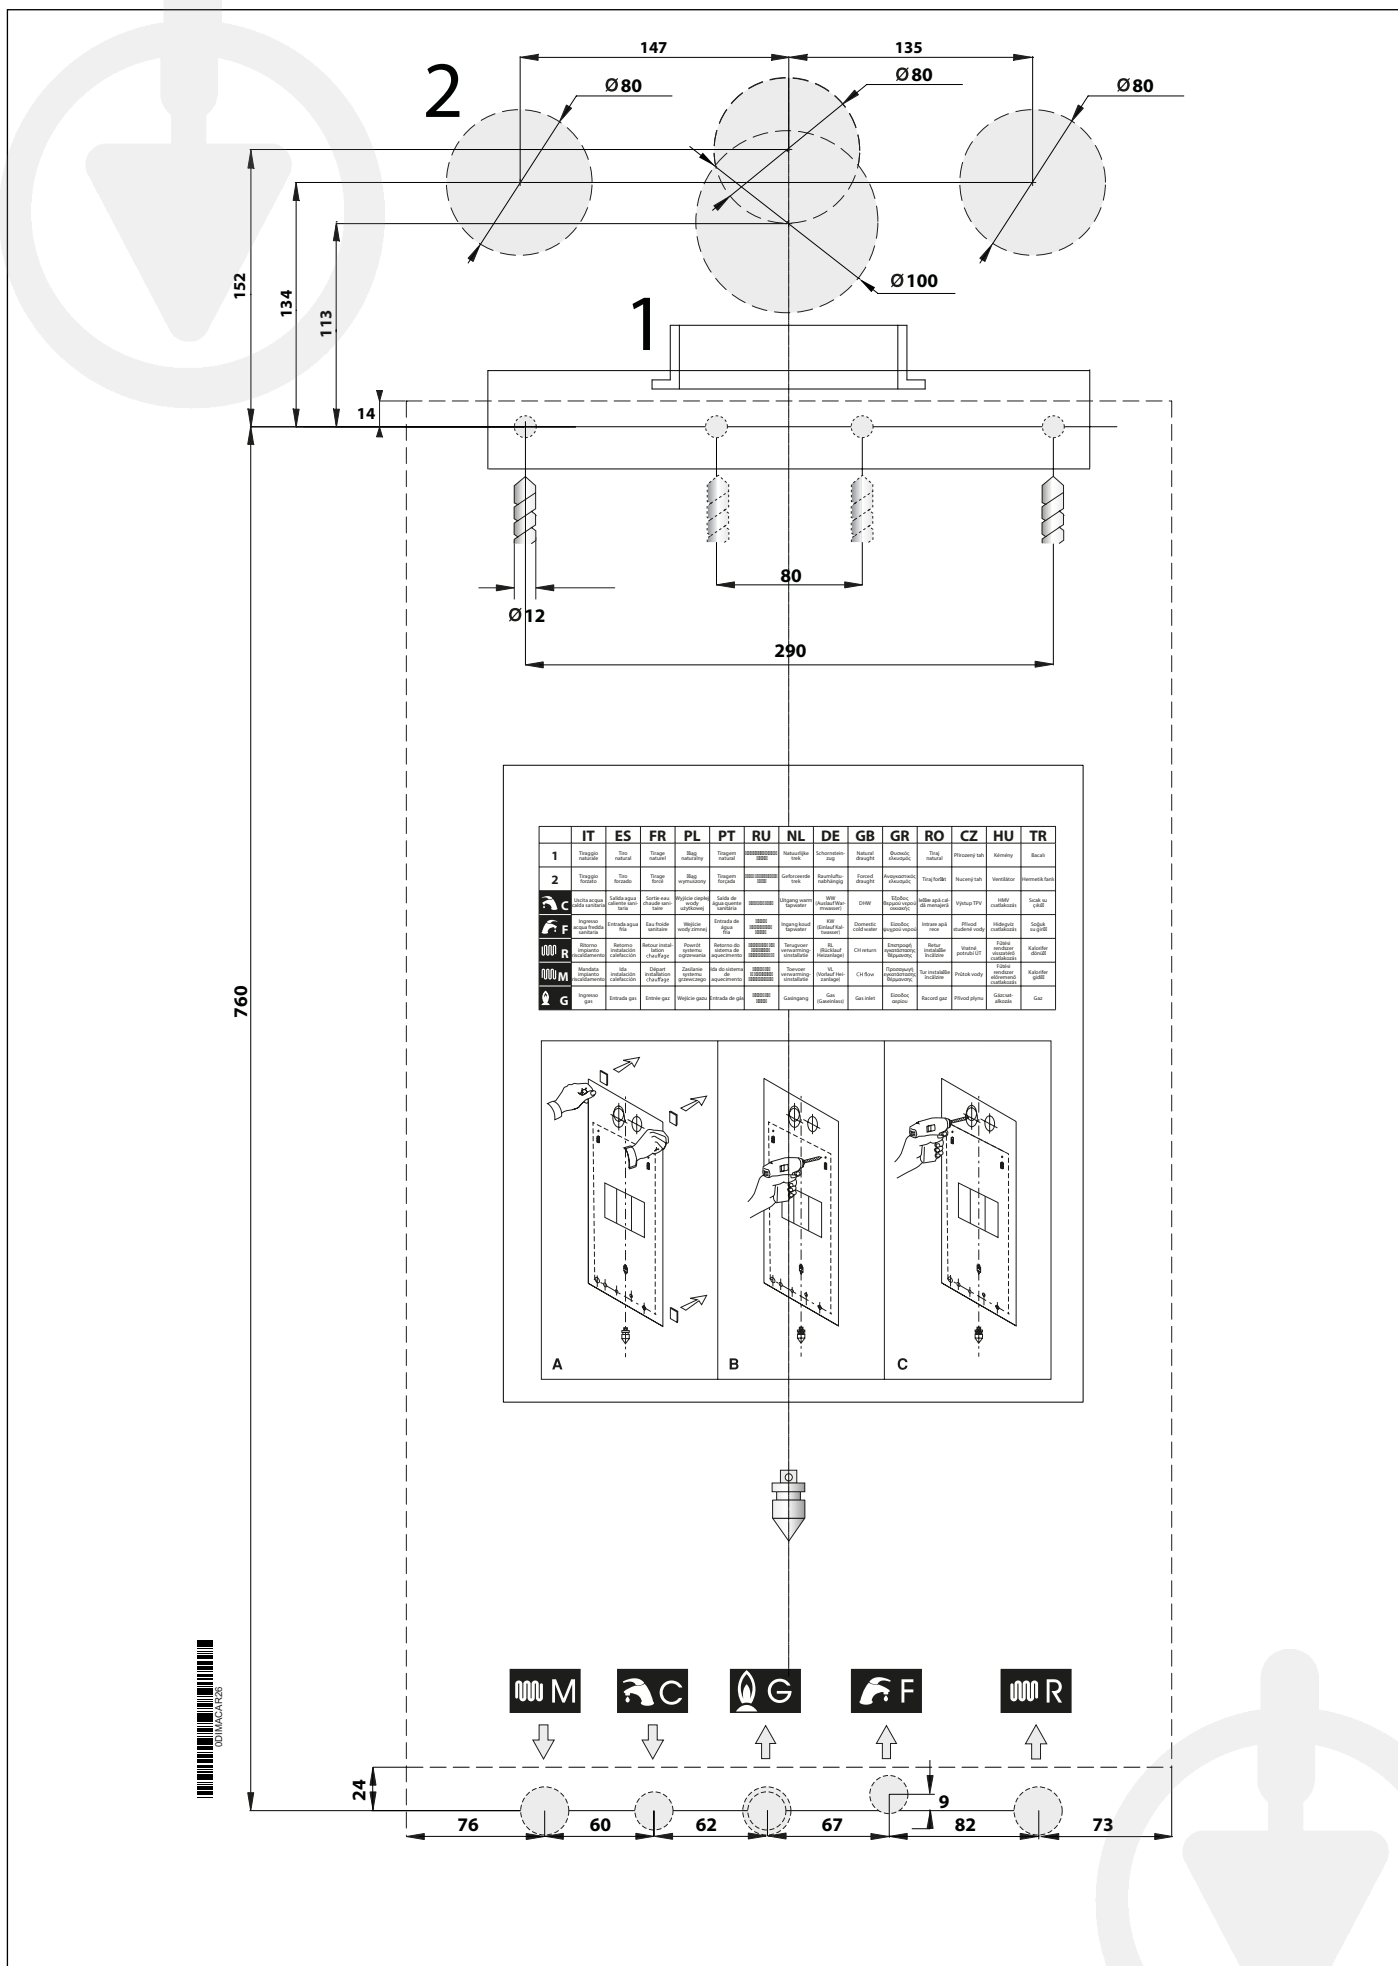

Рис. 9 Паперовий шаблон.
- » монтажний паперовий шаблон для настінного котла (див. Рис. 9 Паперовий шаблон.).
Кожен котел забезпечений спеціальним паперовим шаблоном, що знаходиться в упаковці (див. Рис. 9 Паперовий шаблон.).